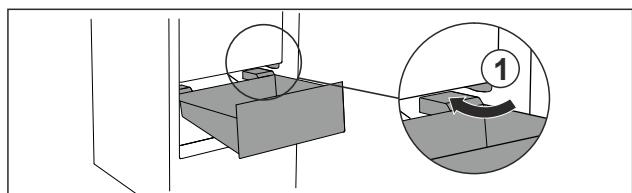

Fig. 65
- Обойдите стопор Fig. 65 (1) выдвижного ящика под наклоном.